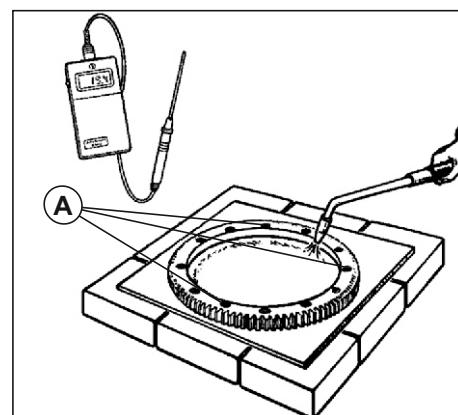

Рис. 47. Контроль нагрева маховика.
3. Проверить температуру в 3 точках (A) (см. Рис. 47).